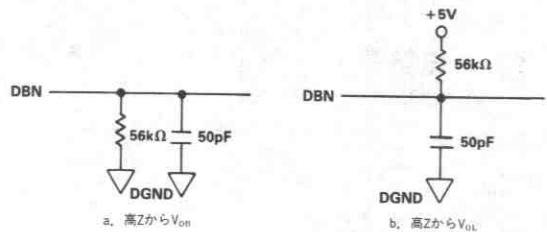

図1. アクセス時間用負荷回路
3. t_6 は図1の負荷回路で測定したもので、出力が0.8Vまたは2.4Vに達するのに必要な時間を表わします。